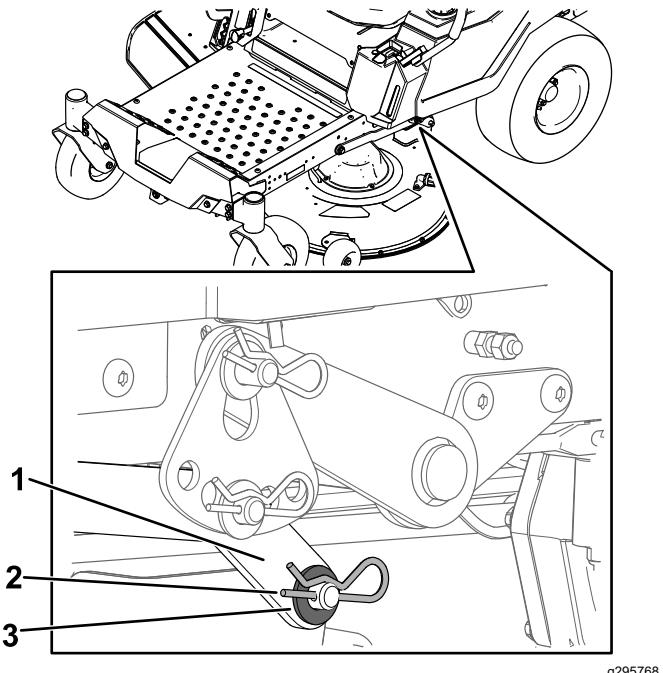

Figura 74
- Su 1 lato della macchina, togliete la rondella e la coppia dal perno del piatto di taglio (Figura 74).
6. Installate il braccio di sollevamento utilizzando la rondella e la coppiglia (Figura 74).
5. Su 1 lato della macchina, sollevate la parte posteriore del piatto di taglio e installate il braccio di sollevamento sul perno del piatto di taglio (Figura 74).